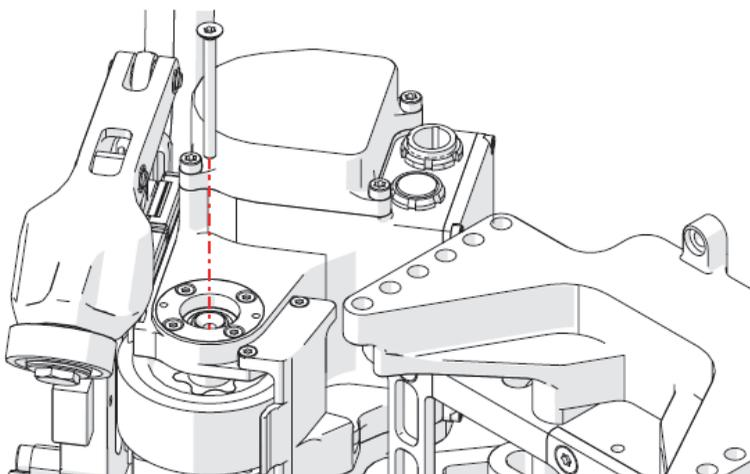

Figura 2-11 Extracción del tornillo a partir del eje
12. Con un des[tornillador]tornillador Torx T20, retire el tornillo del eje (ver Figura 2-11 en la página 96).